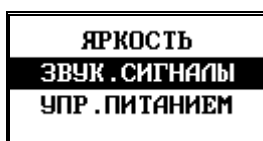

Рисунок 12
6.4.2.6 Регулировка уровня яркости, рисунок 12 осуществляется кнопками  и  и запоминается в энергонезависимой памяти пульта ДУ. Для выхода в верхний уровень меню используются кнопки  и .
Рисунок 12а